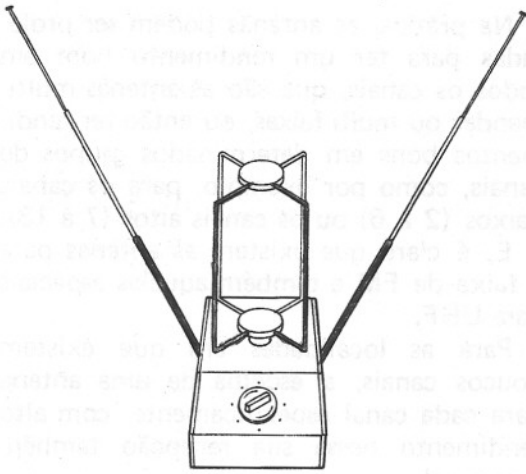

figura 12
a) Antenas internas para a recepção em locais sem problemas, com sinais muito fortes (são as antenas tipo "orelha de coelho", conforme mostra a figura 12).